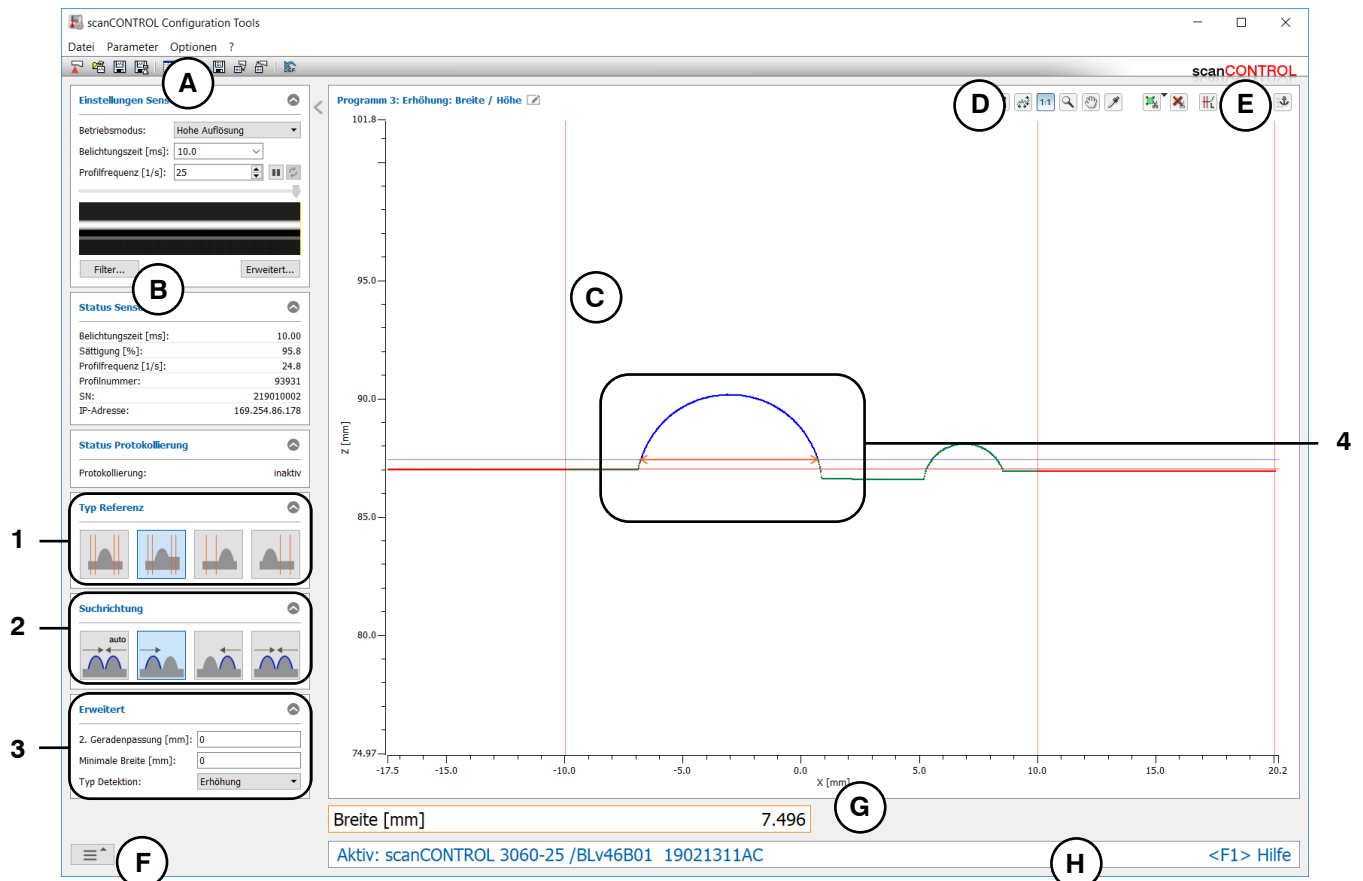

Abb. 4.29: Messprogramm „Erhöhung Breite/Höhe“
- Definieren Sie den Typ der Erhöhung (siehe Abb. 4.29 und Kap. 3.13.1):